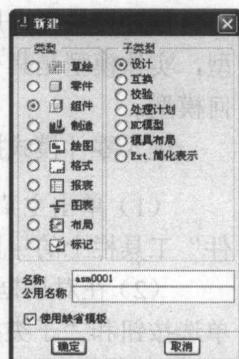

图 1-3 组件模块
- (1) 单击主菜单中的“文件”→“新建”命令，或单击“文件”工具栏上的图标按钮，打开“新建”对话框。
- (2) 在对话框中，选中“类型”区域中的“组件”单选按钮，系统会自动选中“子类型”区域中的“设计”单选按钮，如图1-3所示。